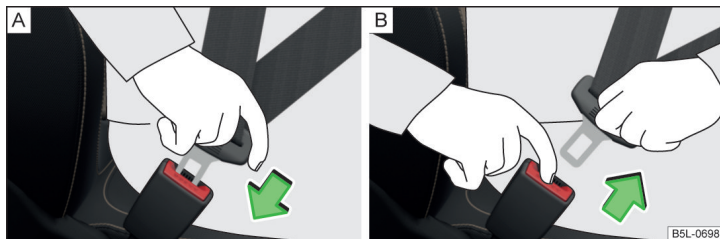

Fig. 5 Fixarea sau desfacerea centurii de siguranță
- Introduceți clema de fixare în catarama aferentă a centurii de siguranță » fig. 5 - A) până când se fixează cu un declic.
- Prindeți clema de fixare și apăsați tasta de culoare roșie de pe catarama centurii » fig. 5 - B), clema de fixare sare în exterior.